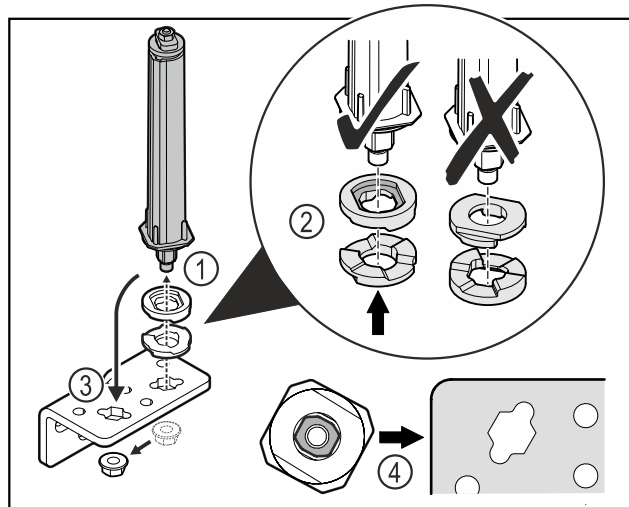

Fig. 35
- ▶ Vabastage mutter ja eemaldage ukسلukustussüsteem Fig. 35 (1).
- ▶ Pöörake tähelepanu kõrguseadeseibide korrektsel väljajoondusele Fig. 35 (2).
- ▶ Paigutage ukسلukustussüsteem šarniirnergikus ümber ja fikseerige mutriga Fig. 35 (3).
- ▶ Pöörake sissepanemisel tähelepanu ukسلukustussüsteemi korrektsel väljajoondusele Fig. 35 (4).